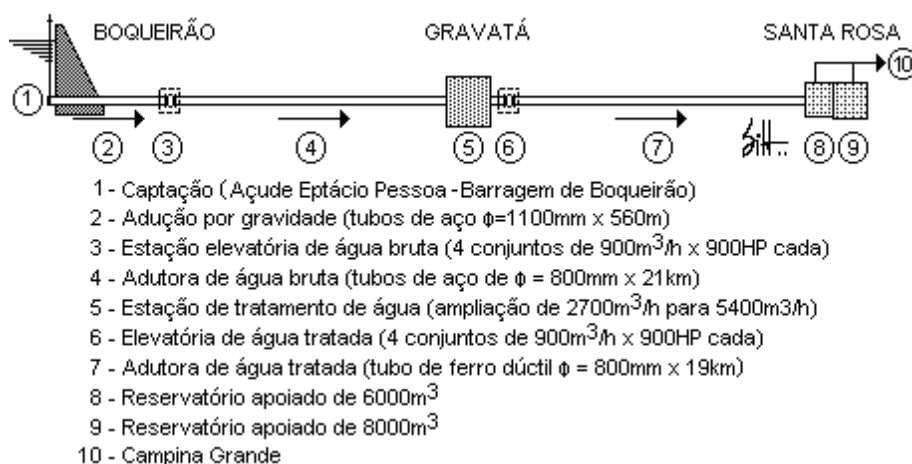

Figura V.1 - Esquema da terceira adutora de Campina Grande
- de acordo com a natureza da água: **bruta e tratada** (Figura V.1).